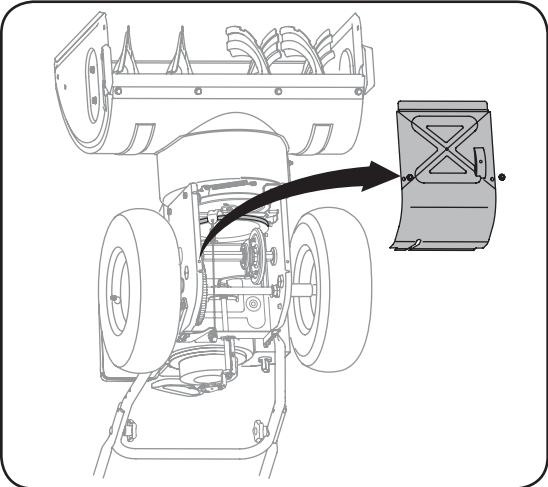

Figure 6-5
1. Basculez doucement la souffeuse vers l'avant pour la faire reposer sur l'habillage de la tarière. Voir la Figure 6-5.
2. Démontez le couvre-châssis du dessous de la souffeuse en retirant les quatre vis auto-taraudeuses qui le maintiennent en place. Voir la Figure 6-5.
2. Basculez doucement la souffieuse vers l'avant pour la faire reposer sur l'habillage de la tarière. Voir la Figure 6-5.
2. Basculez doucement la souffluse vers l'avant pour la faire reposer sur l'habitacle de la tarière. Démontez le couvre-châssis du dessous de la souffluse en retirant les quatre vis auto-taraudeuses qui le maintiennent en place. Voir la Figure 6-5.
1. Basculez la souffluse vers l'avant puis démontez le couvre-châssis du dessous de la souffluse en retirant les vis auto-taraudeuses. Voir la Figure 6-5 à la page 17.